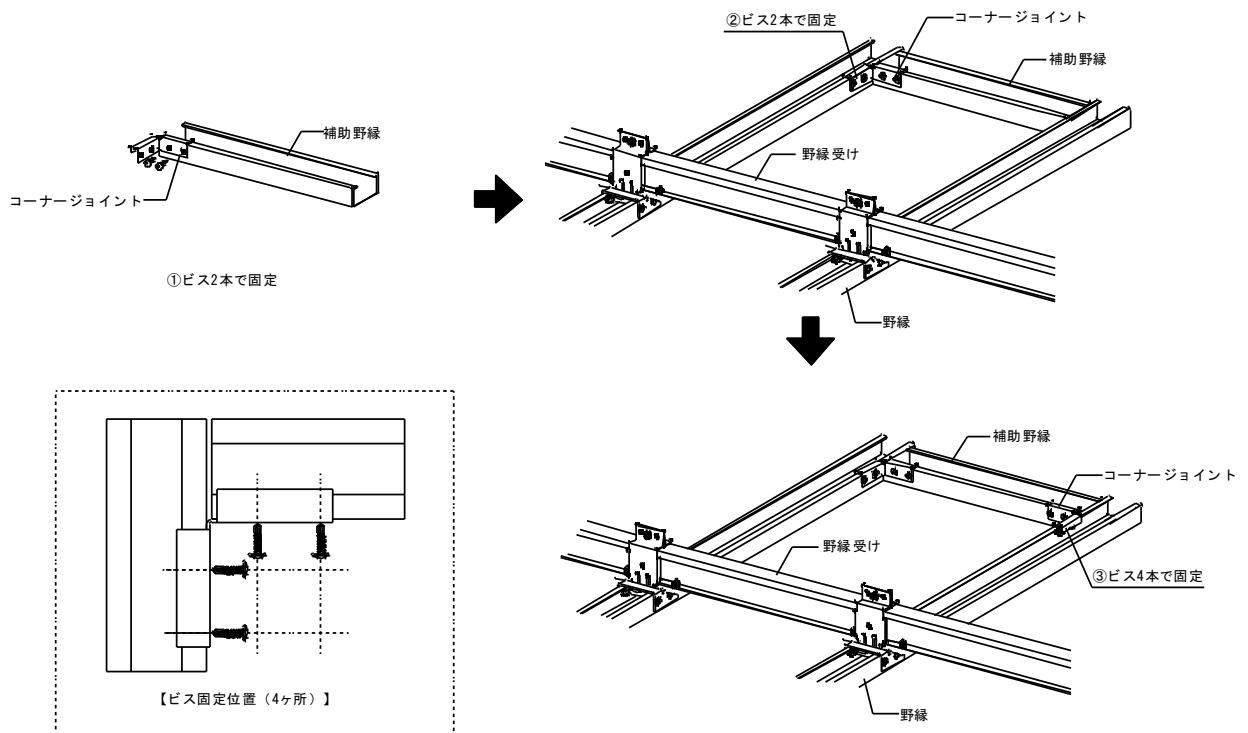

図 2-5-4 コーナージョイントの設置
[コーナージョイントの取り付け(図 2-5-4 参照)]
- 1)補助野縁の片側にコーナージョイントをビス2本で固定する。(図 2-5-4 参照)